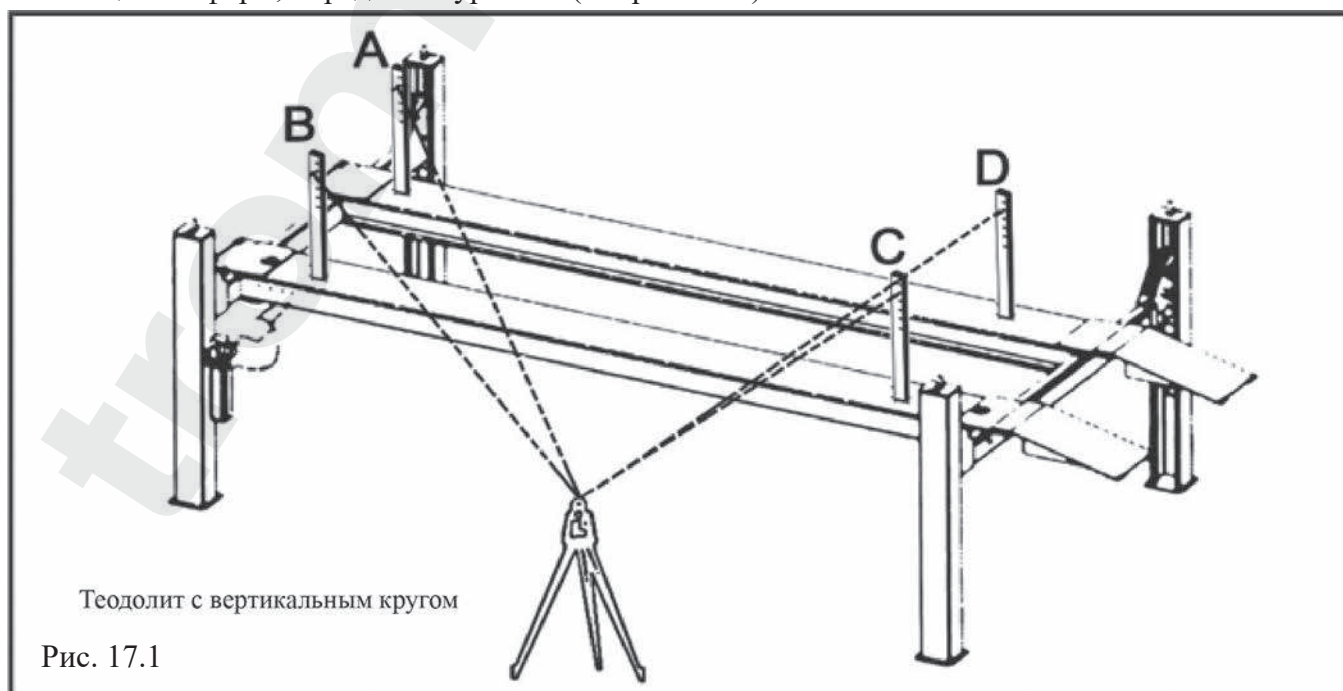

Рис. 17.1
1. Установив теодолит с вертикальным кругом в таком месте мастерской, откуда видны все четыре конца платформ, определите уровень (см. рис. 17.1).
4. Разместите мишень теодолита на правом переднем углу платформы (см. рис. 17.1).
5. Начиная с точки «А», направляйте теодолит на мишень и отмечайте числовое значение или градус на шкале мишени, который совпадает с визирной линией теодолита (см. рис. 17.1). Примечание: Используйте карандаш, разметочный карандаш или прикрепите зажим для бумаги на шкале мишени напротив визирной линии.
6. После этого уберите мишень и поместите ее на точку «В» на платформе (см. рис. 17.1).
8. Подкрутите гайку регулировки стопорной пластины сверху стойки «В» так, чтобы визирная линия теодолита совпадала с соответствующей отметкой на шкале мишени (см. рис. 17.1).
9. Повторите вышеуказанную процедуру, помещая мишень на точки «С» и «D» и соответственно регулируя положение стопорных пластин на каждой стойке так, чтобы отметка на шкале мишени совпадала с визирной линией теодолита. По завершении данной операции платформы будут выровнены на всех четырех точках (см. рис. 17.1).